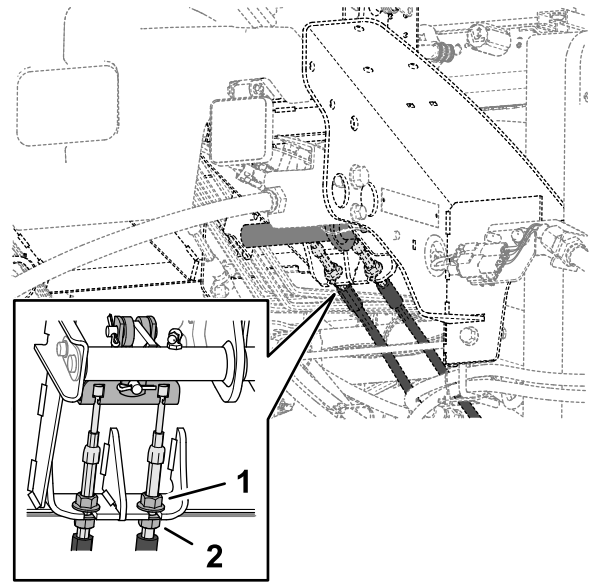

Figure 113
5. Pour réduire la garde à la pédale de frein, desserrez les écrous de blocage avant sur l'extrémité filetée de chaque câble de frein (Figure 113).